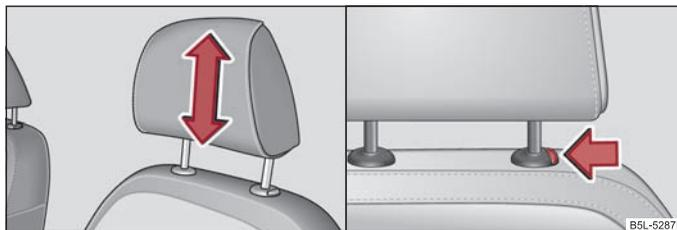

Fig. 60 Poggiatesta: regolazione / estrazione
- Afferrare lateralmente il poggiatesta con entrambe le mani e tirarlo verso l'alto nella posizione desiderata ⇒ fig. 60 lato sinistro.
- Per abbassare il poggiatesta è necessario premere con una mano e mantenere premuto il tasto di bloccaggio ⇒ fig. 60 lato destro e con l'altra mano spingere verso il basso il poggiatesta.
- Premere il tasto di sicurezza nel senso indicato dalla freccia ⇒ fig. 60 lato destro e sfilare il poggiatesta.